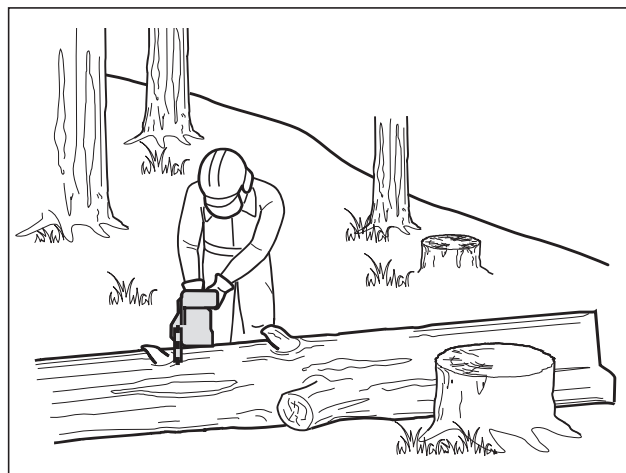

Fig. 28
4. Cuando tronce sobre una colina, siempre debe pararse en el lado del tronco situado en la parte más alta. Para mantener el control cuando «corte a través» de un tronco, suelte la presión del corte cerca del final del mismo sin relajar su agarre de las asas del producto. No deje que la cadena entre en contacto con el suelo. Luego de terminar el corte, espere a que la cadena de aserrado se detenga antes de mover el producto. Siempre detenga el motor antes de pasar de un árbol a otro (Fig. 28).